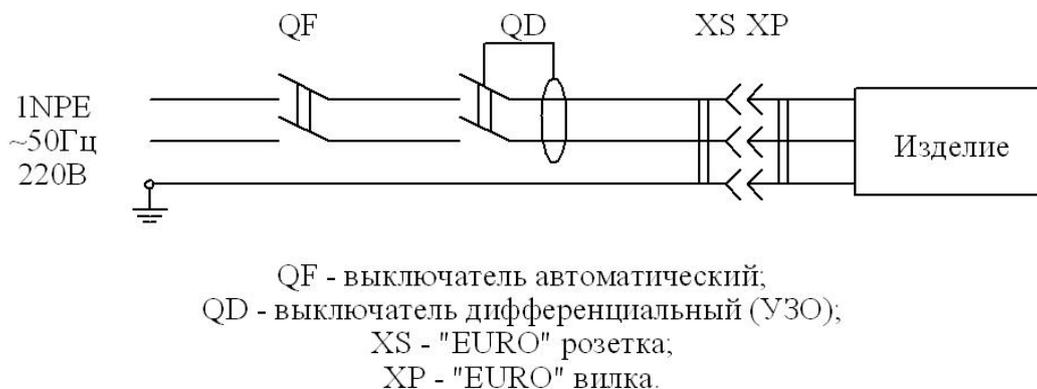

Рис. 1. Схема подключения изделия к электросети.
6. 4. Изделие подключать к питающей электрической сети (рис. 1) через автоматический выключатель электромагнитной защиты и дифференциальный выключатель (УЗО). Выбор автоматического выключателя производить по большему ближайшему значению уставки срабатывания, у дифференциального выключателя номинальный ток должен быть выше номинального тока автоматического выключателя и номинальный отключающий дифференциальный ток – 30 мА.